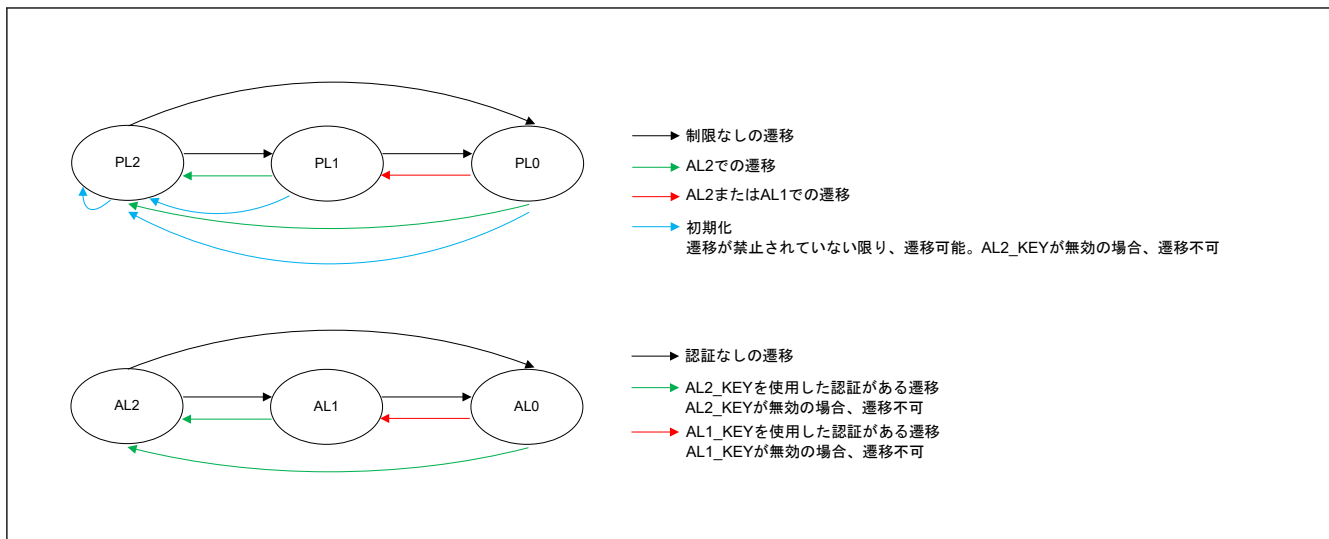

図 38.8 PL/AL 状態と遷移
保護レベル (PL) と認証レベル (AL) はデバッグ機能とシリアルプログラミングインタフェースの可用性を決定します。OEM 状態の場合を除き、PL と AL は固定されています。OEM 状態では、PL と AL にはそれぞれ 3 つのレベルが設定できます。AL は一時的な認証状態を示し、MCU パワーオンリセット後に PL に初期化できます。PL と AL のどちらもブートファームウェアだけが変更でき、アプリケーションでは変更できません。図 38.8 に使用可能な保護レベル状態と認証レベル状態、および遷移を示します。表 38.7 に各レベルでのデバッグ機能とシリアルプログラミングインタフェースの可用性を示します。